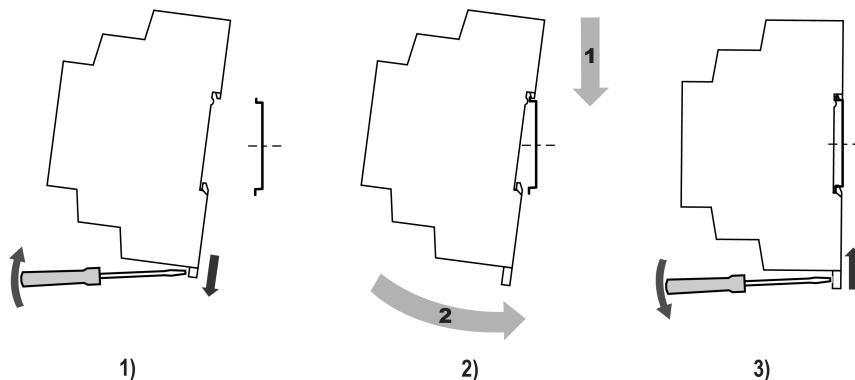

Рисунок 4.1 – Установка прибора
- Установить прибор на DIN-рейку в соответствии с в направлении стрелки 1 (рисунок 4.1, 2);
- Вставить отвертку в проушину, оттянуть защелку рисунок 4.1, 1;
- Прижать прибор к DIN-рейке в направлении, показанном стрелкой 2. Зафиксировать защелку (см. рисунок 4.1, 3).